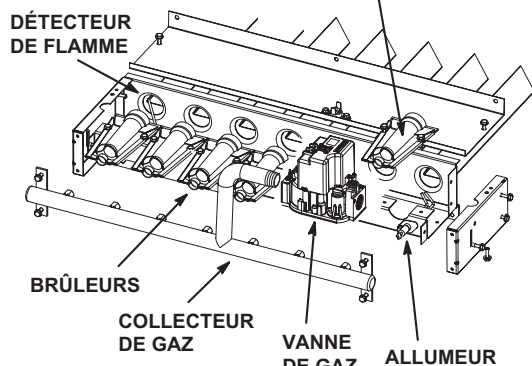

FIGURE 8
- 3 - Retirer le panneau supérieur du logement des brûleurs. Voir Figures 8 et 9.